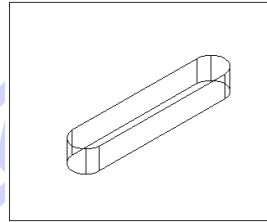

图 15-80
(19) 圆角处理。单击  按钮或者在命令行直接输入 `fillet`，设定圆角半径为 5。对上述长方体的棱边进行圆角处理，结果如图 15-80 所示。
(20) 复制平键。单击  按钮或者在命令行直接输入 `copy`。在原地复制一个平键，一个用来生成平键槽，另一个作平键。
(21) 设置用户坐标系。在命令行直接输入 `ucs`，设定新的坐标原点为第一段轴左端上方象限点。
(22) 移动处理。单击  按钮或者在命令行直接输入 `move`。